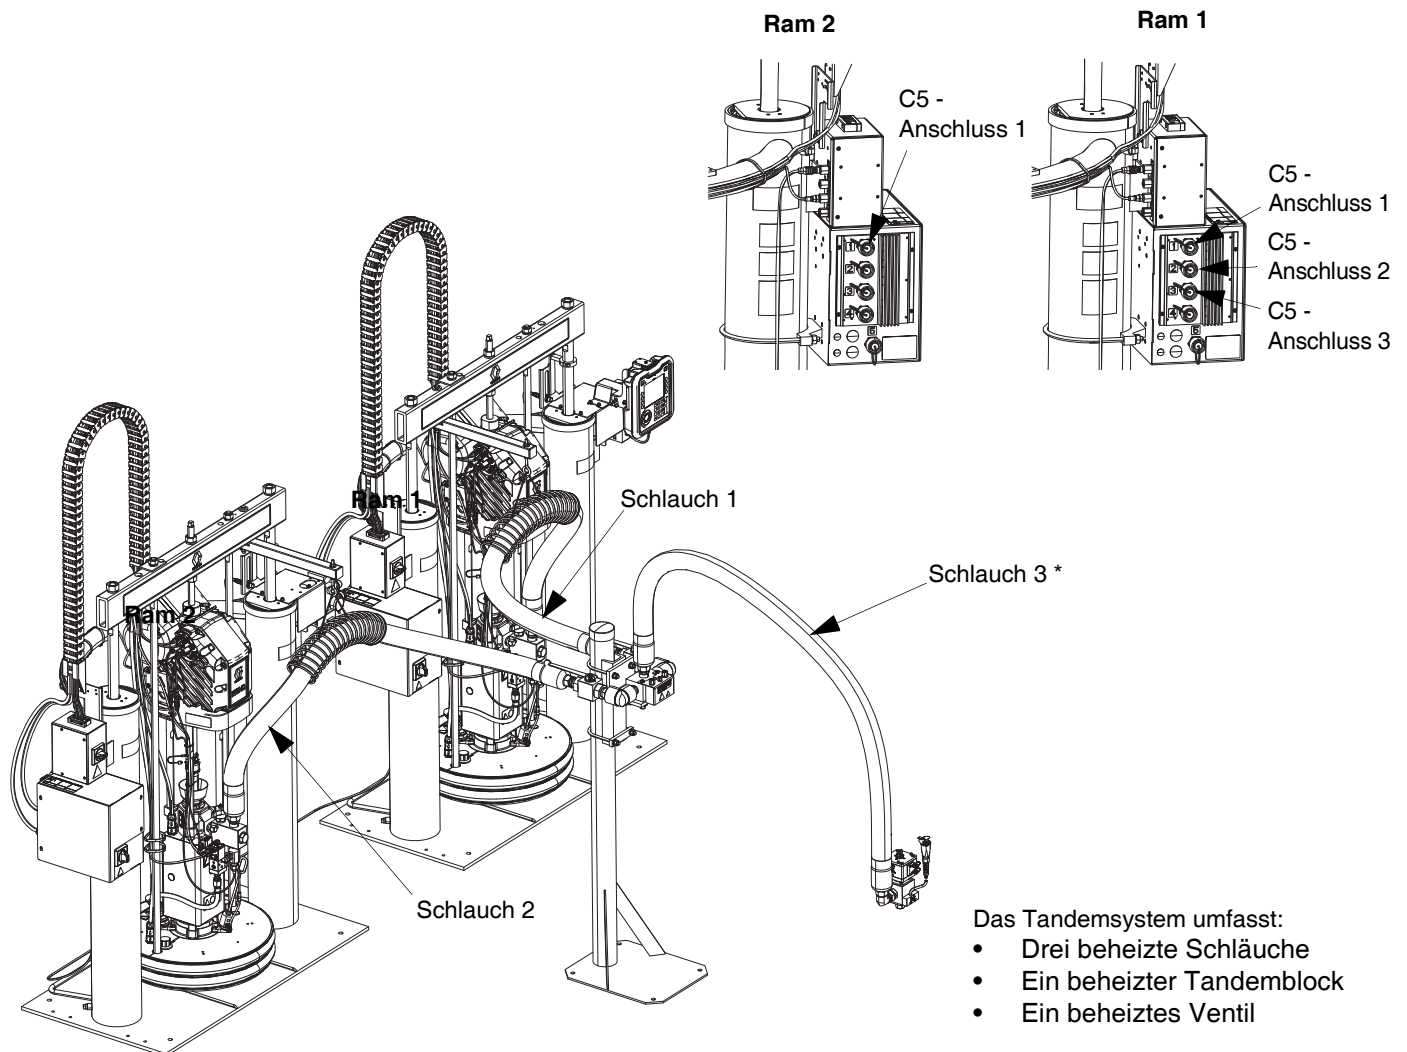

ABB. 26
- Beheiztes Ventil – Viereckiger elektrischer Anschluss von Schlauch 4 zum Axial-Dosierventil (B).
- Beheizter Tandemblock – Viereckiger elektrischer Stecker von Schlauch 1 oder Schlauch 2 zum beheizten Tandemblock (R). Siehe ABB. 26.